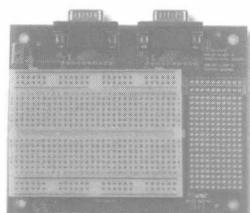

图 2.1-21 FlowCode 面包板
(20) FlowCode 面包板如图 2.1-21 所示。